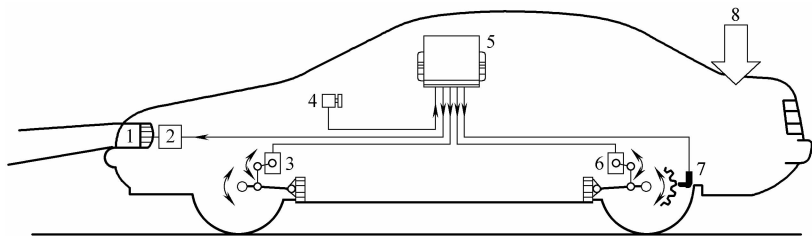
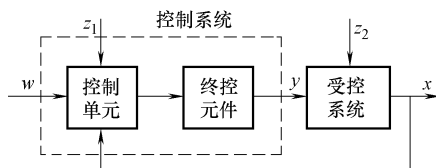

图 4-6
图 4-7
22. 图 4-6 中, 下面关于照明幅度自动水平调节的部件名称哪一个是与图中吻合的?
- ① 1—大灯, 2—控制元件, 6—转速传感器
② 1—大灯, 3—前轴传感器, 5—控制器
③ 2—控制元件, 3—转速传感器, 6—后桥传感器
④ 2—控制元件, 4—前桥控制元件, 6—后桥控制元件
⑤ 4—灯开关, 5—控制器, 6—转速传感器
- ① 霍尔传感器
- ② 氧传感器
- ③ 发动机温度传感器
- ④ 油箱排气阀
- ⑤ 感应传感器
24. 在图 4-7 所示的闭合控制环路中, 下面哪一个字母对应的名称是正确的?
- ①  $w$  为受控变量
- ②  $z_1$  为参考变量
- ③  $z_2$  为被控制量
- ④  $y$  为控制变量
- ⑤  $x$  为干扰